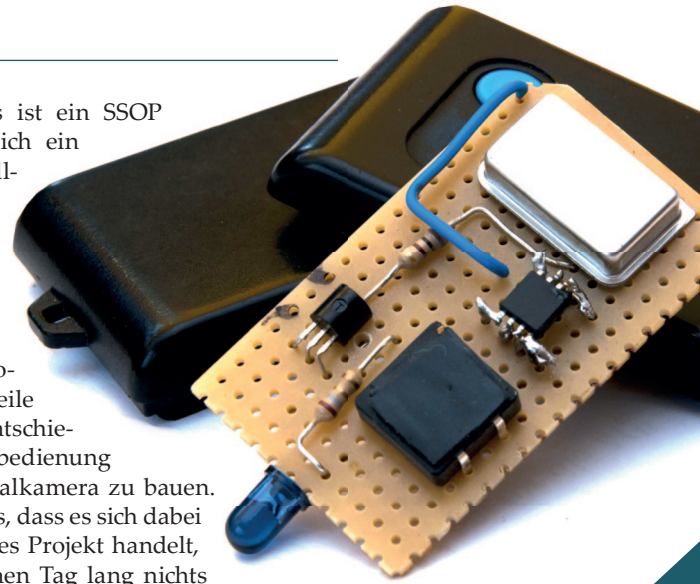

Abb. 1: Platine Vorderseite
- Plastikgehäuse für die Schaltung (am besten ein Fernbedienungsgehäuse wie in Abb. 1 gezeigt)